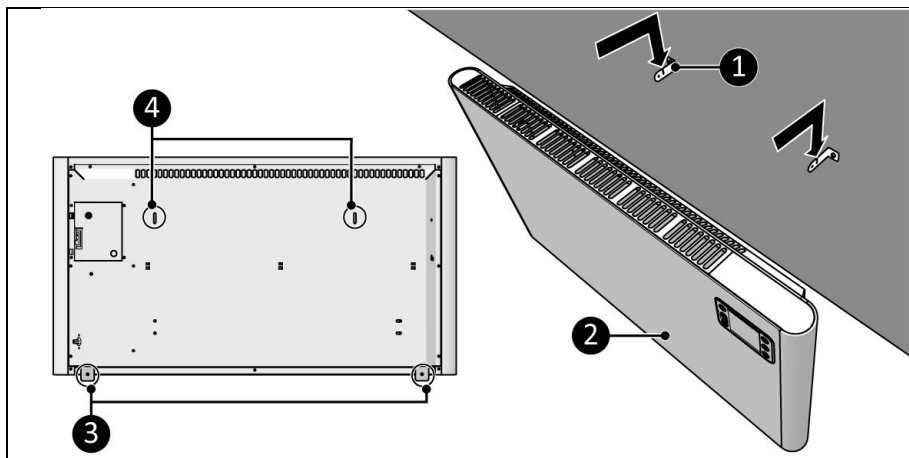

Afbeelding 10
4. Boor twee gaten op ten minste 610 mm boven de vloer en met een afstand van (Afbeelding 10, pos. A):
5. Plaats de muurpluggen (Afbeelding 10, pos. 2).
6. Schroef een linker- en rechterbeugel (Afbeelding 10, pos. 3) met een grote schroef (Afbeelding 10, pos. 4) aan de muur vast met behulp van een kruiskopschroevendraaier (Afbeelding 10, pos. 1).